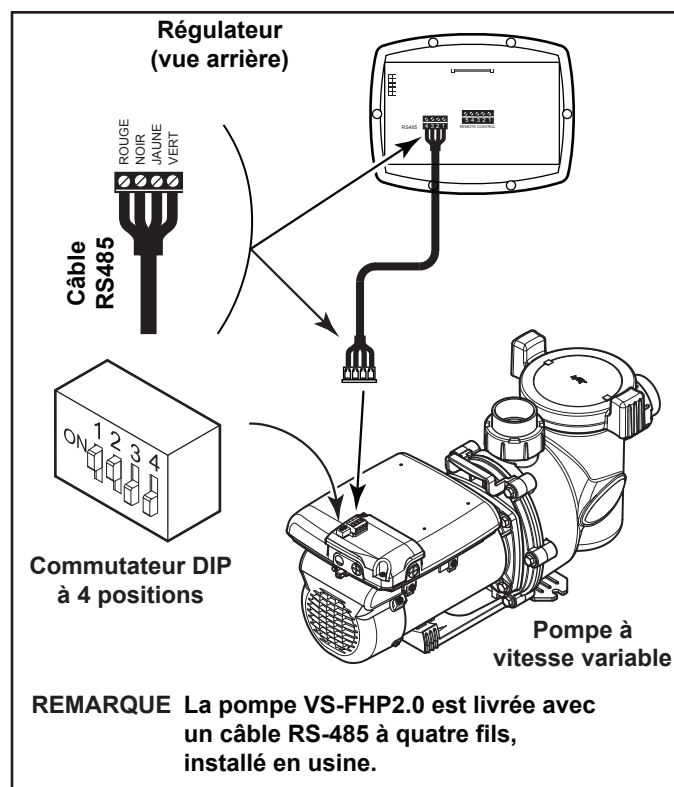

Figure 9. Câblage du régulateur à vitesse variable (JEP-R) vers la pompe VS-FHP2.0
4. Attacher les quatre (4) fils dans le câble RS-485 au connecteur RS-485. Faire correspondre les couleurs de fil avec les positions sur le connecteur : 1 - rouge, 2 - noir, 3 - jaune et 4 - vert. Voir la Figure 9.
6. Pour la pompe VS-FHP2.0, faire glisser les commutateurs DIP 1 et 2 vers le haut, à la position ON (marche) et les commutateurs DIP 3 et 4 vers le bas, à la position OFF (arrêt). Voir la Figure 9.